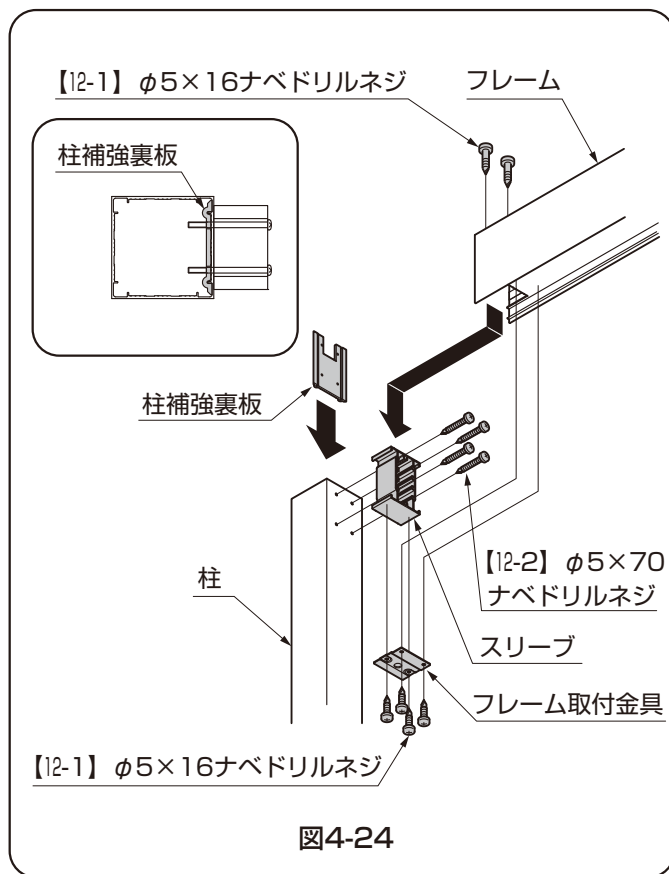

図4-24
- ②柱内側に柱補強裏板を入れ、スリーブを【12-2】で取付けてください。(図4-24、図4-25参照)
- ③スリーブをフレームに、【12-1】で取付けてください。
- ④スリーブとフレームにフレーム取付金具を、【12-1】で取付けてください。
- ⑤柱にアンカー棒を差し込み柱を建込んでください。